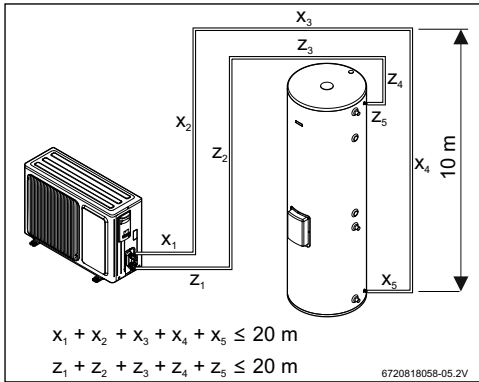

Fig. 11 Longueur et pente maximales
- **Ballon 190 l** - la longueur des tuyaux ne dépasse pas 12 m (pour chaque raccord de réfrigérant, fig. 11) (si remplissage en usine).
- **Ballon 130 l et 300 l** - la longueur des tuyaux ne dépasse pas 10 m (pour chaque raccord de réfrigérant, fig. 11) (si remplissage en usine).
- ▶ S'assurer que l'emplacement choisi pour installer l'unité extérieure et le ballon ne présente pas une pente supérieure à 3 m (remplissage en usine) ou 10 m (remplissage supplémentaire, tabl. 7 et 8) entre le point le plus haut et le point le plus bas des conduites de réfrigérant (→ fig. 11).